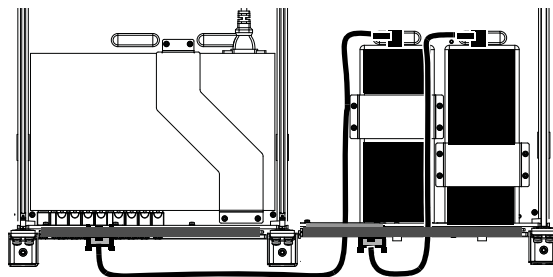

Figure 14. Passage des câbles d'alimentation vers un bac avec un commutateur Ethernet
- 3 Effectuez les opérations suivantes pour connecter l'alimentation au bac contenant le commutateur Ethernet (voir Figure 14) :